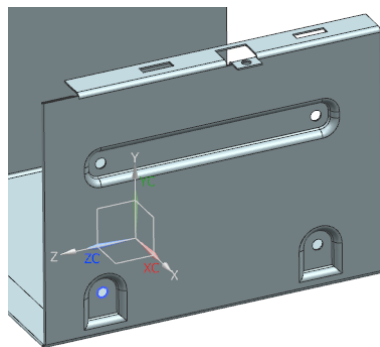

图 7-135 创建法向除料特征
(4) 返回到“法向除料”对话框，单击  按钮，创建法向除料特征，如图 7-135 所示。